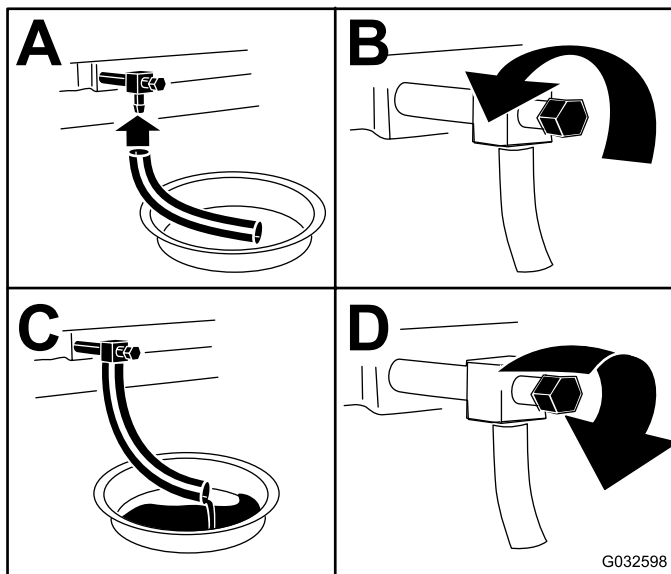

Figura 44
3. Desligue o motor, retire a chave e espere até todas as partes em movimento pararem antes de sair da posição de funcionamento (Figura 44).
4. Mude o óleo do motor conforme indicado na Figura 44.